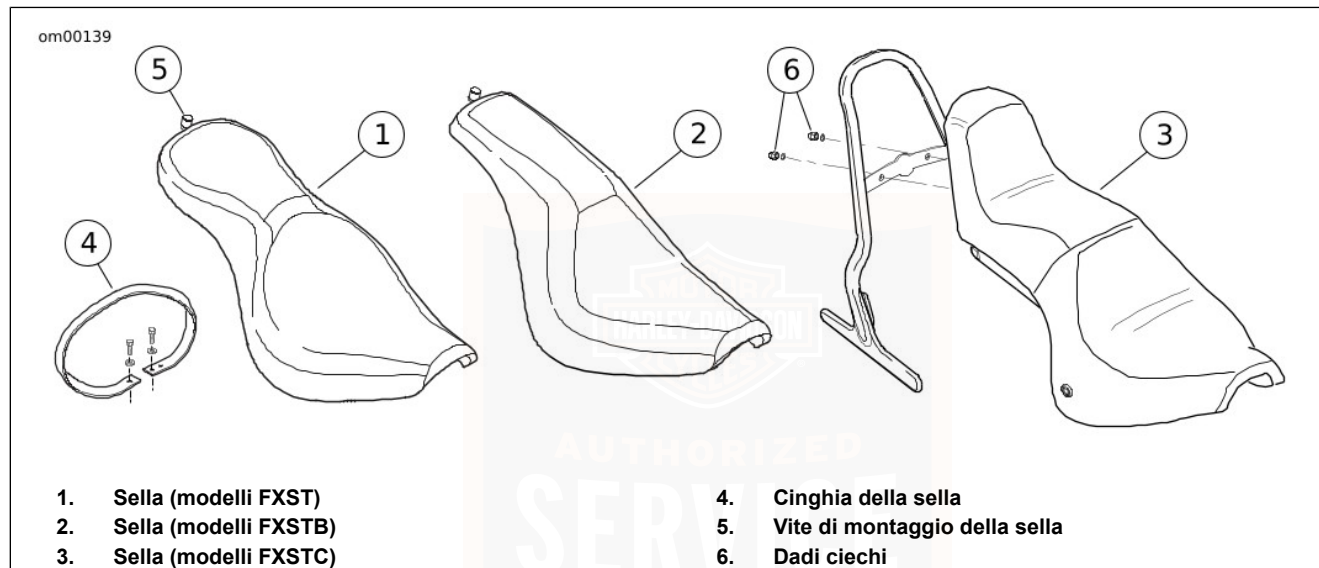

Figura 67. Sella: modelli FXST/FXSTB/FXSTC
1. Vedere Figura 67. Rimuovere le viti di montaggio della sella dalla parte superiore del parafango posteriore o togliere i due dadi ciechi che fissano la sella del modello FXSTC allo schienalino.